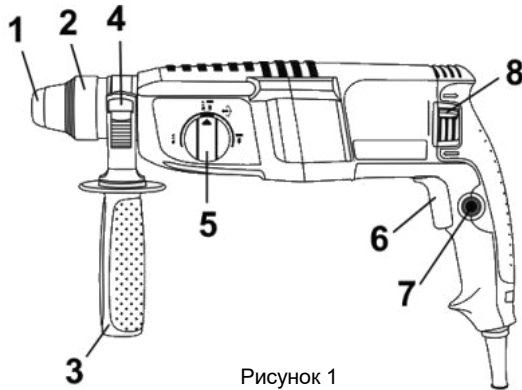

Рисунок 1
2.2.1 Виріб має несучий пластиковий корпус з вмонтованим електричним колекторним двигуном, редуктором з пневматичним ударним механізмом, на вихідному валу якого встановлюється патрон **SDS-Plus** (2) для закріплення змінних робочих інструментів з циліндричними хвостовиками системи SDS-Plus, згідно рис. 1. Корпус одночасно вміщує органи керування режимами інструменту, шнур живлення від мережі змінного однофазного струму та має опорну поверхню для встановлення передньої рукоятки (3) з можливістю фіксованого позиціонування навколо подовжньої осі виробу.
4.1 Виберіть необхідний режим роботи виробу за допомогою перемикача (5) (див. рисунок 1, таблицю 1). При необхідності встановлення свердлильного патрона – встановіть його в патрон SDS-plus через адаптер.
4.2 Для ввімкнення виробу натисніть на курковий важіль перемикача (6) (рис.1). Для відключення виробу слід курок відпустити.